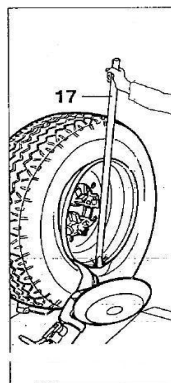

Fig.7.6
B. Drej hjulet samtidigt med at krogen indsættes mellem fælg og vulst, indtil den har fat i vulsten (See Fig.7.6).
E. Indsæt håndtaget LA (17, Fig.7.6) mellem fælg og vulst. Til højre for værktøjet.
- L. Indsæt håndtaget LA (17, Fig.7.6) mellem fælg og vulst. Til højre for værktøjet.